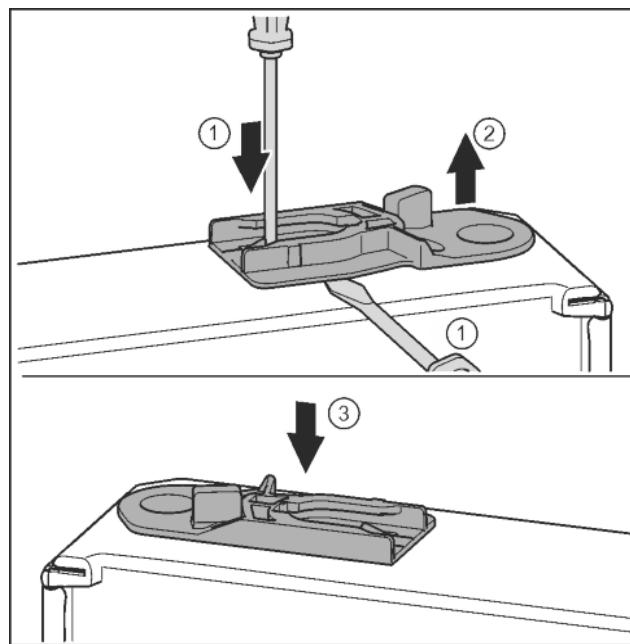

Fig. 36
- Извлечь направляющее гнездо: нажать накладку шлицевой отверткой и одновременно переместить ее шлицевой отверткой под направляющее гнездо. Fig. 36 (1, 2)
- Прилагаемое при поставке направляющее гнездо вставить на другой стороне корпуса. Fig. 36 (3)